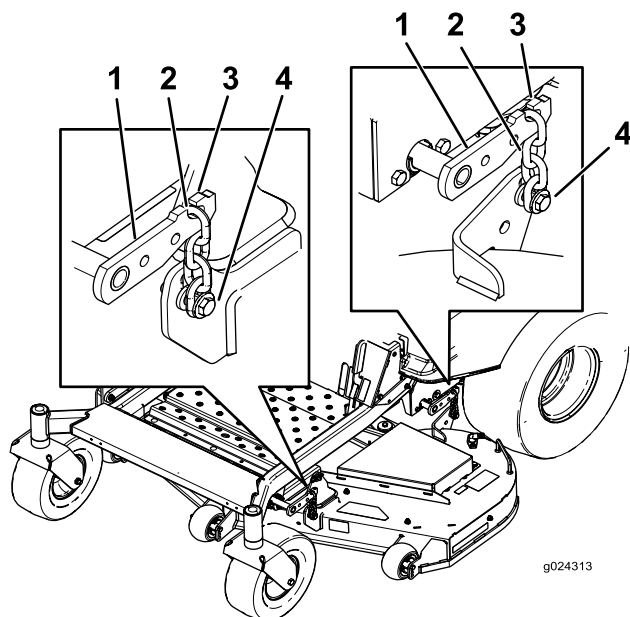

Figure 64
- Détachez les chaînes des crochets sur les bras de levage du tablier (Figure 64).
- Soulevez l'arrière du tablier de coupe et accrochez les chaînes aux bras de levage arrière (Figure 64).
- Accrochez les chaînes avant aux bras de levage avant (Figure 64).